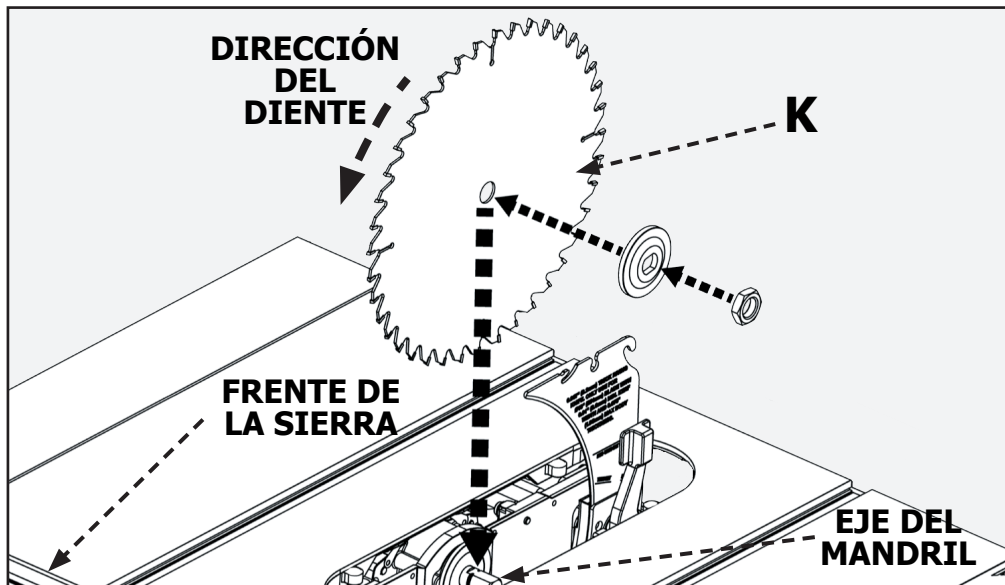

FIGURA 3
Coloque la hoja (K) en el eje con los dientes de la hoja apuntando hacia la parte frontal de la sierra. Coloque la arandela bridada en el eje con el lado grande de la arandela contra la hoja y, a continuación, fije con el conjunto de la hoja con la tuerca. (Figura 3)